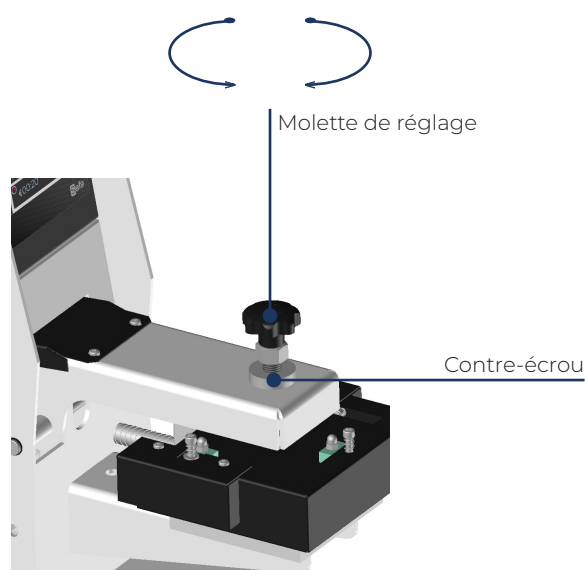

Figure 2
2. Réglez la hauteur du plateau en tournant la molette de réglage comme indiqué en Figure 2.